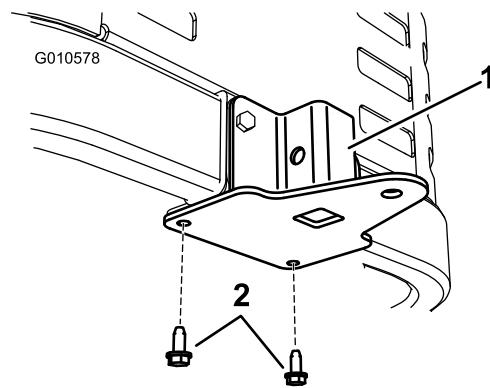

Bild 11
2. Befestigen Sie die Stützhalterung mit zwei Blechschräuben (5/16 x 3/4 Zoll) von unten an der Unterseite des Maschinenrahmens, wie in Bild 11 dargestellt.